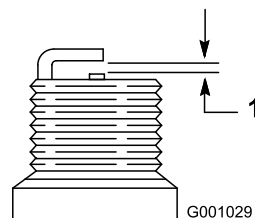

Figure 20
4. Réglez l'écartement des électrodes de la nouvelle bougie à 0,76 mm (0,030 po), comme montré à la Figure 20.